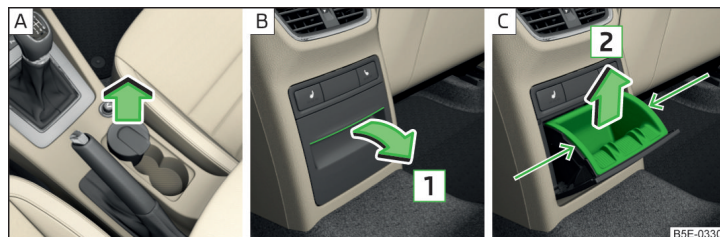

Fig. 91 Retirar el cenicero adelante / abrir atrás el cenicero / retirar atrás el suplemento del cenicero
- Extraiga el cenicero en el sentido de la flecha » fig. 91 - [A].
- Tirar en la parte superior en la cavidad y abrir el cenicero en el sentido de la flecha [1] » fig. 91 - [B].
- Coja el suplemento en la zona señalada con flechas y extraiga en el sentido de la flecha [2] » fig. 91 - [C].